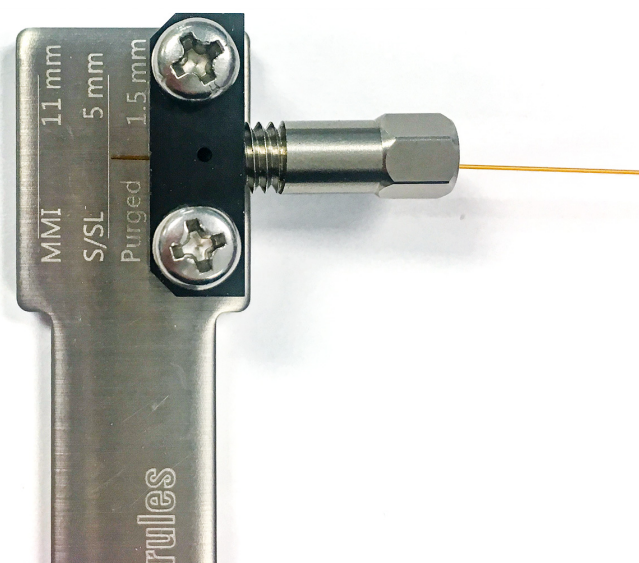

図 14. カラムナットをカラム固定用ツールに付ける
- 4 カラムナットをカラム固定用ツールに、抵抗を感じるまで緩く取り付けます。カラムはまだ自由にスライドする必要があります。図 14 を参照してください。